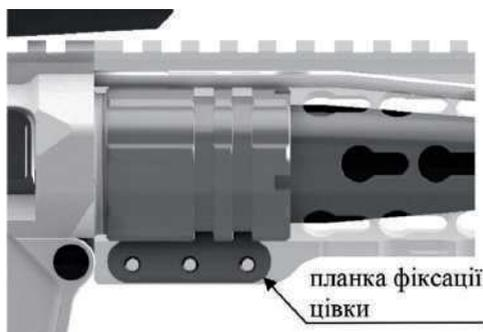

Рис. 64. Місце кріплення цівки
- встановити у розріз цівки планку фіксації так, щоб два упори планки ввійшли у відповідні кільцеві канавки на гайці кріплення ствола, та сумістити отвори на планці з отворами в цівці (рис. 64);